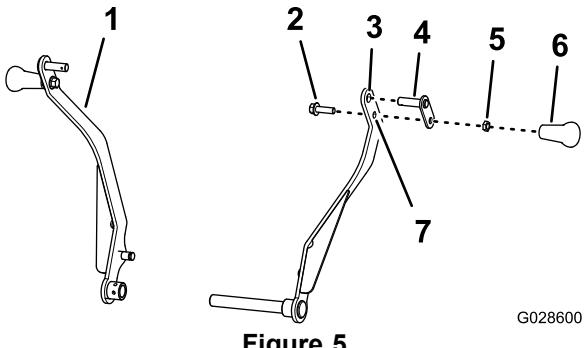

Figure 5
- Insérez l'axe de pivot dans le trou supérieur du bras de berceau (Figure 5).
- Insérez le boulon (3/8 x 1-1/4 po) dans le trou inférieur du bras de berceau et la fixation de l'axe de pivot (Figure 5) avec l'écrou de blocage (3/8 po), et serrez l'écrou à un couple de 15 à 17 Nm.
- Vissez la poignée sur le boulon (3/8 x 1-1/4 po) et serrez-la contre l'écrou de blocage à la main (Figure 5).
- Répétez les opérations 1 à 4 pour les autres bras de berceau (Figure 5).